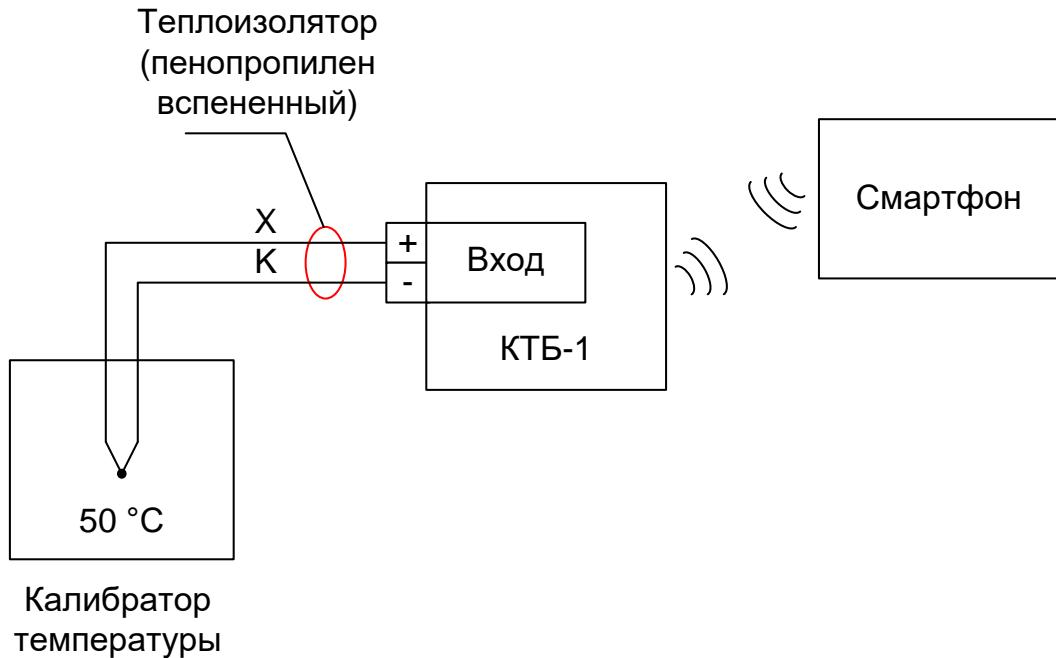

Рисунок 2 – Проверка КТБ-1 с использованием калибратора температуры
Включение переключателя «Включить компенсацию температуры ХС» позволяет проводить проверку метрологических характеристик прибора при непосредственном подключении термопары и использовании калибратора температуры (рис. 2) или с использованием компенсационных проводов с рабочей НСХ ХК (L), термостата нулевого (0°C) и калибратора напряжения (рис. 3).